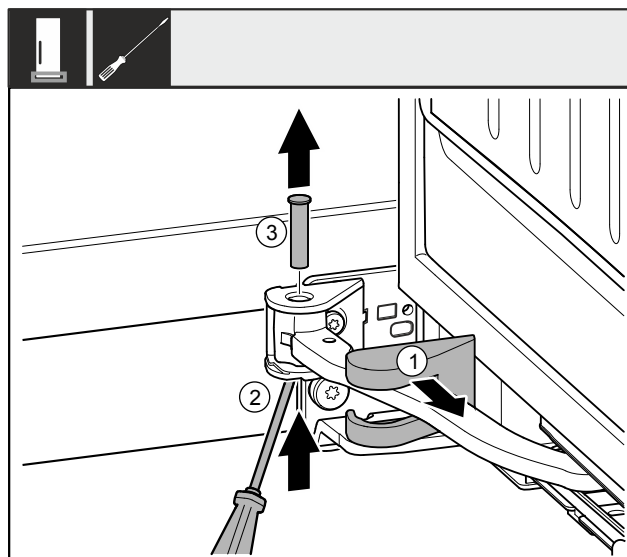

Fig. 10
- Retirer le cache du support de palier Fig. 10 (1) et le déplacer le long de la jointure.
- Soulever l'axe Fig. 10 (2) par le bas avec un tournevis.
- Retirer l'axe Fig. 10 (3) par le haut.